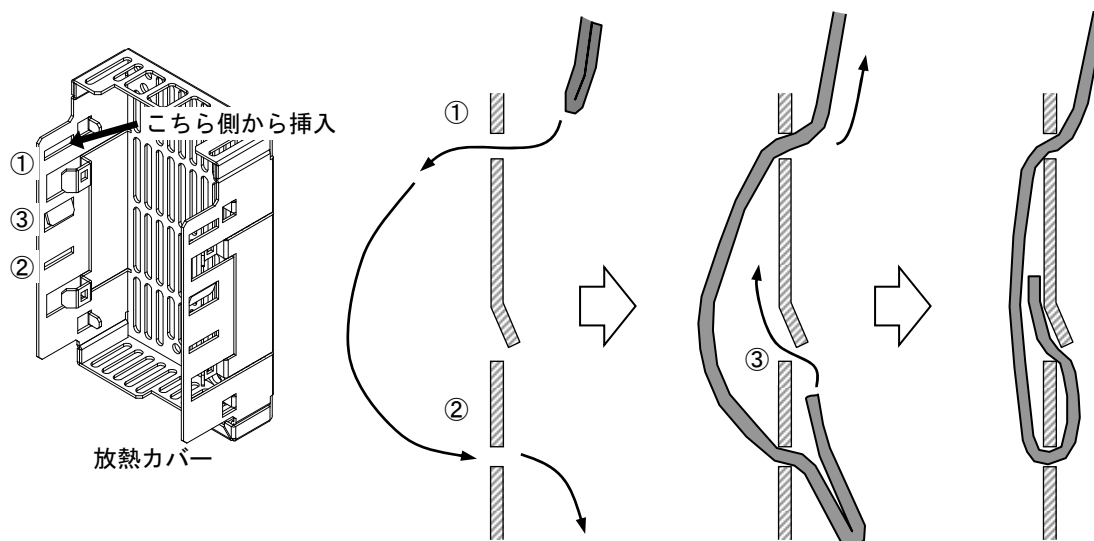

図 2-3-13 バンドの取付方法
3. 放熱カバーの内側から、配管吊り下げ用バンドを差し込んで固定します。(図 2-3-13)